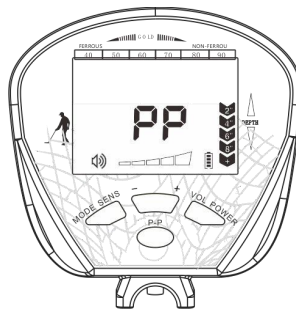

Figura 16
a) Tocar ligeramente el botón P-P, se ilumina y se centellea el cursor PP. Se concluye la equivalencia de la sonda, y se suspende de centellear el cursor PP. Se apagan el cursor de reconocer y de cifra, está full el cursor de profundidad, y genera ligero sonido medio de única frecuencia. (Ver figura 16)